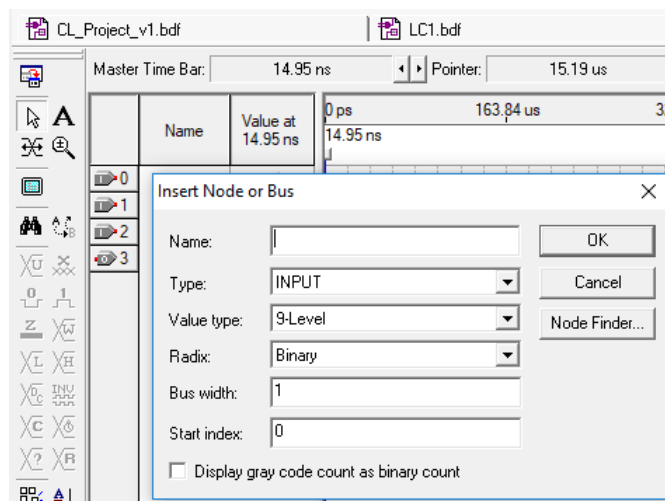

Рис. 1.36. Інструмент **Insert Node or Bus** для додавання сигналів для моделювання.
**8.2.** Додайте входні сигнали для моделювання роботи схеми. Для цього в полі **Name** натисніть два рази лівою кнопкою миші. Відкриється вікно **Insert Node or Bus** (рис. 1.36). Якщо назви сигналів відомі введіть їх в полі **Name**.
**9.6.** Додайте вхідні сигнали для моделювання роботи схеми. Для цього у вікні **Insert Node or Bus** (рис. 1.36) оберіть назви сигналів, що належать до схеми ДКНФ перемикальної функції, або оберіть всі сигнали для порівняння роботи двох схем: ДДНФ і ДКНФ перемикальної функції  $f_4$ .